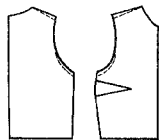

Рис. 2.18
*Покатые плечи.* На полочке и на спинке увеличивают наклон линии плеча и углубляют пройму у бокового среза (рис. 2.18).